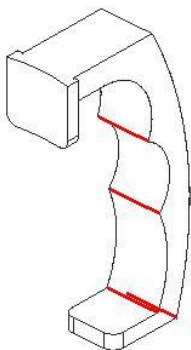
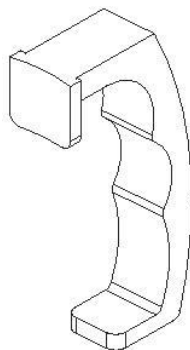

图5-35
图5-36
9. 使用边倒圆功能创建圆角特征。选择图 5-35 所示的实体边缘，然后设置圆角半径为“2”，结果如图 5-36 所示。